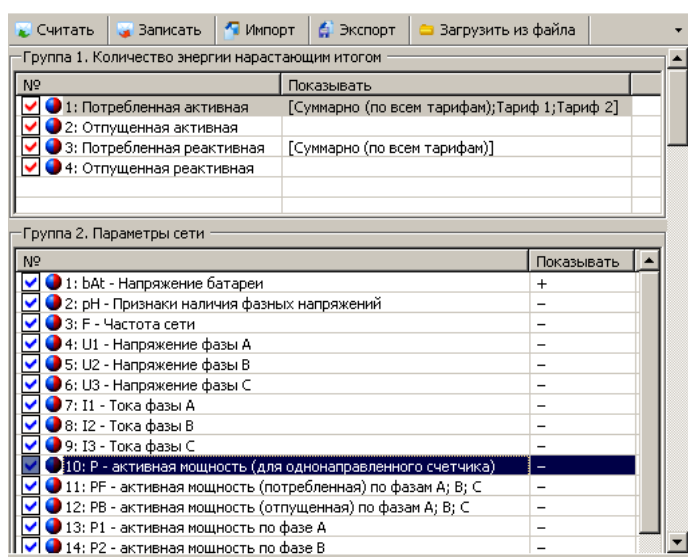

Рисунок 7.19 – Окно раздела «Конфигурация» → «Вывод на ЖКИ»
- перейти в раздел «Конфигурация» → «Вывод на ЖКИ» и составить списки индицируемых на ЖКИ параметров (*LIST1-LIST6**). Списки параметров *LIST1-LIST6** позволяют выбрать для просмотра параметры соответственно из шести первых групп. Для групп 1, 4 и 6 выбираются индицируемые значения для каждого направления учета, для остальных указывается показывать («+») или не показывать («-») конкретные кадры (рисунок 7.19).
- перейти в раздел «Конфигурация» → «Вывод на ЖКИ» и составить списки индицируемых на ЖКИ параметров (*LIST1-LIST6*). Списки параметров *LIST1-LIST6* позволяют выбрать для просмотра параметры соответственно из шести первых групп. Для групп 1, 4 и 6 выбираются индицируемые значения для каждого направления учета, для остальных указывается показывать («+») или не показывать («-») конкретные кадры (рисунок 7.19).